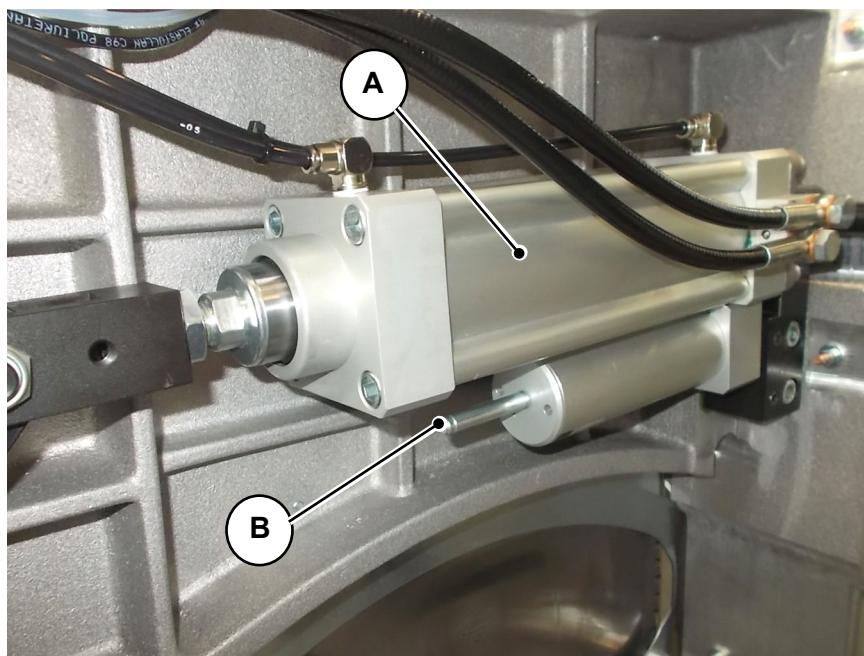

Fig. 09-03
- **Frequência semanal:** verifique também, através do visor na carcaça do motor e da lâmina, se o cilindro oleopneumático “A” (**Fig. 09-03**) não está sem óleo, caso contrário a velocidade do corte não seria mais regulável e isso poderia comprometer a integridade da lâmina: quando ocorrer que o pino “B” (**Fig. 09-03**) (que normalmente sai do corpo do cilindro como indicado na figura) se retraiu completamente para dentro do corpo do cilindro, significa que o óleo não está mais presente e o cilindro deve ser substituído imediatamente.